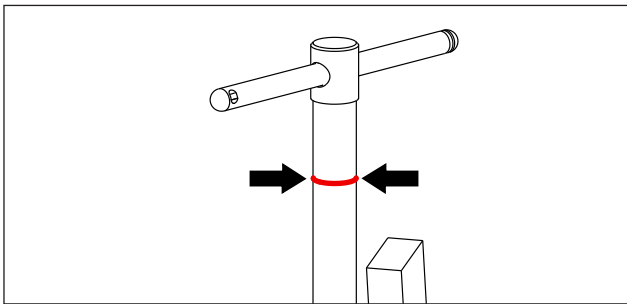

Figura 6, Indicador de ajuste de la rosca (banda roja)
- Después de montar el extractor en la pieza a extraer, asegúrese de que el indicador de fijación de la rosca esté visible. Véase la Figura 6 para la ubicación. Si la varilla de ajuste se gira demasiadas vueltas en el sentido de las agujas del reloj, se ocultará el indicador, lo que significará que la rosca no está lo suficientemente ajustada.